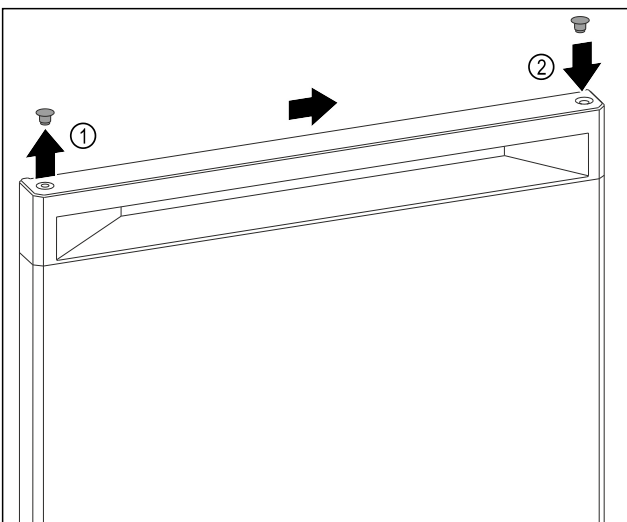

Fig. 7
- ▶ Podważyć ostrożnie zatyczkę osłonki na górze drzwi Fig. 7 (1) przy pomocy śrubokręta.
- ▶ Założyć zatyczkę osłonki po przeciwległej stronie. Fig. 7 (2)